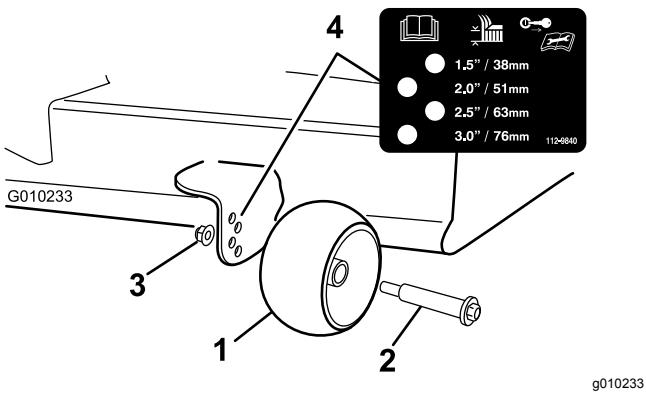

Figure 32
3. Réglez les galets anti-scalp (**Figure 32**) en fonction de la position de hauteur de coupe la plus proche.